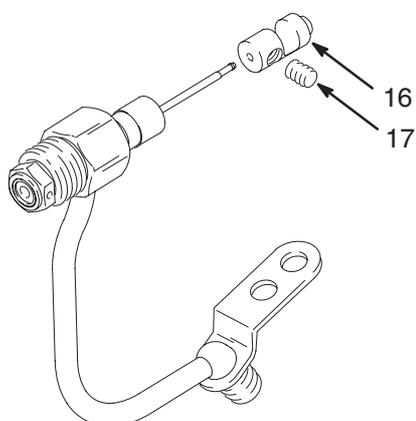

Fig. 11 04734
7. Enquanto apoia o guia da mola (16) para impedir dobrar a agulha, desaperte os parafusos de aperto (17). Remova o guia da mola (16). Ver Fig. 11.